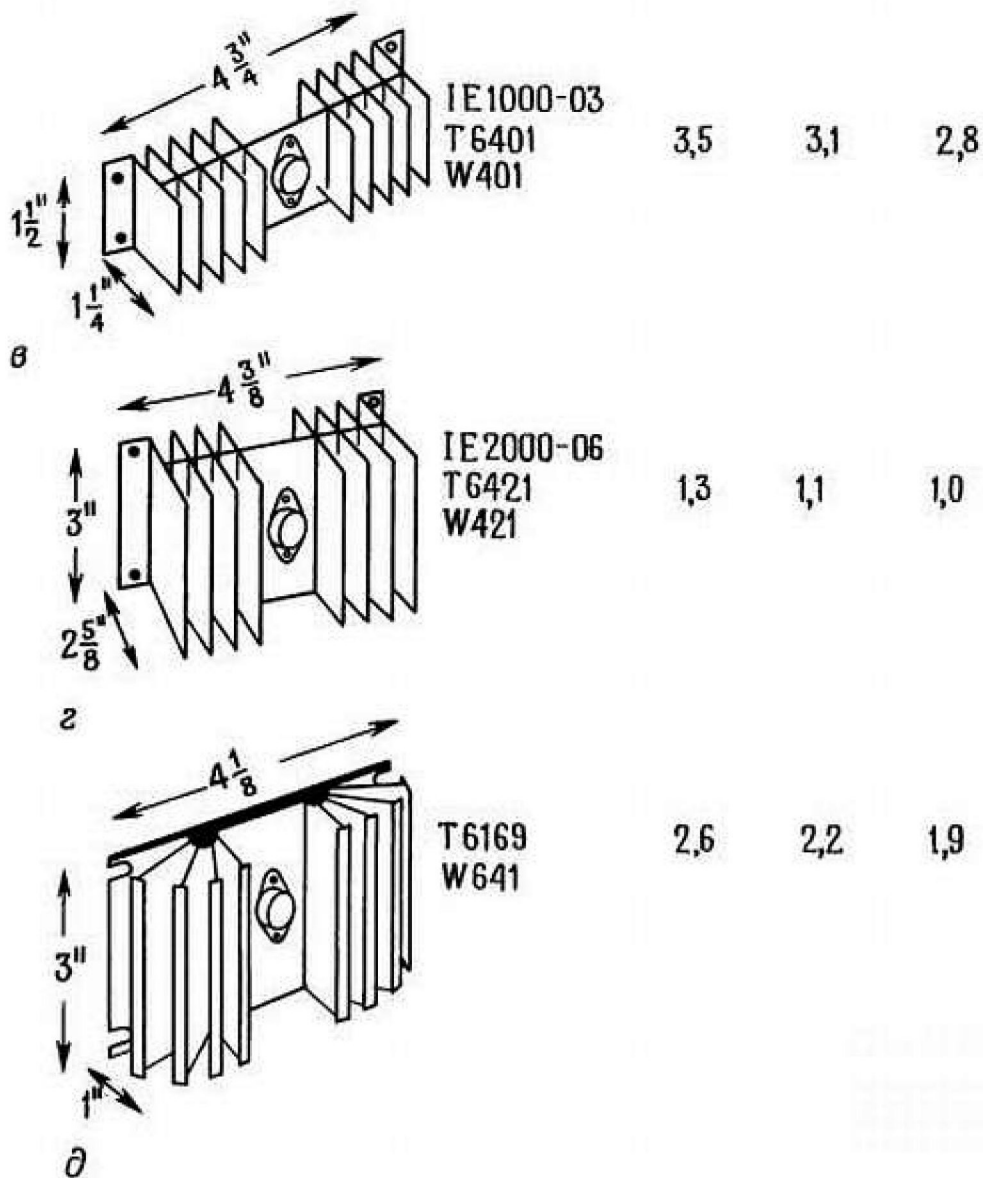

Рис. 6.6. Радиаторы для мощных транзисторов .
Рассмотрим пример. Приведенная ранее схема источника питания с внешним проходным транзистором имеет максимум рассеиваемой на транзисторе мощности 20 Вт при нестабилизированном входном напряжении +15 В (10 В падения напряжения, 2 А). Предположим, что эта схема должна работать при окружающей температуре 50 °С — не так уж невероятно для компактно расположенного электронного оборудования, — и постараемся удержать температуру переходов ниже 150 °С, т. е. намного ниже, чем указанные изготовителем 200 °С. Тепловое сопротивление от перехода к корпусу равно 1,5 °С/Вт. Мощный транзистор в корпусе ТО-3, смонтированный со специальной прокладкой, обеспечивающей электрическую изоляцию и тепловой контакт, имеет тепловое сопротивление от корпуса к радиатору порядка 0,3 °С/Вт. И наконец, радиатор фирмы Wakefield, модель 641 (рис. 6.6), имеет тепловое сопротивление на границе с внешней средой порядка 2,3 °С/Вт. Поэтому общее тепловое сопротивление между *p-n*-переходом и внешней средой будет равно 4,1 °С/Вт. При рассеиваемой мощности 20 Вт температура перехода будет на
3. Малые радиаторы выпускаются в виде простых насадок на малогабаритные корпуса транзисторов (подобные стандартному TO-5). В случае малой рассеиваемой мощности (1–2 Вт) этого вполне достаточно и не надо мучиться, монтируя транзистор куда-то на радиатор, а потом тащить от него провода обратно к схеме (пример см. на рис. 6.6). Кроме того, существуют различные типы малых радиаторов для работы с мощными ИМС в пластмассовых корпусах (многие стабилизаторы, а также мощные транзисторы имеют такие корпуса), которые монтируются прямо на плату под корпус ИМС. Это очень удобно в схемах, где рассеивается мощность не больше нескольких ватт (пример см. также на рис. 6.6).
Упражнение 6.2. Транзистор 2N5320, имеющий тепловое сопротивление переход-корпус 17,5 °C/Вт, снабжен съемным радиатором типа IERC TXBF (см. рис. 6.6). Максимальная допустимая температура перехода 200 °C. Какая мощность может рассеиваться такой конструкцией при внешней температуре 25 °C? Как эта мощность уменьшается с каждым градусом увеличения температуры окружающей среды?